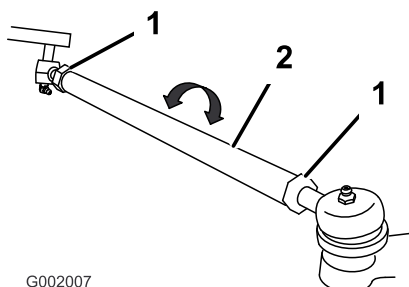

Figura 59
- Se a medição obtida não corresponder aos valores especificados desaperte as porcas de segurança nas extremidades das barras transversais (Figura 59).